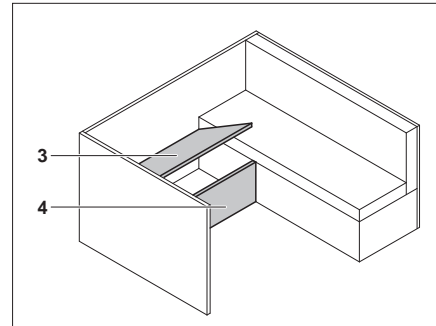

Bild 162 Während des Umbaus
- Unterbau (Bild 162,3) und Trennwand (Bild 162,4) abnehmen.